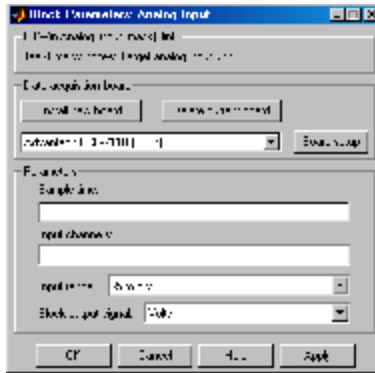

Рисунок 1.8 – Налаштування блоку Analog Input
- 1.15.1.8 Виконайте настройку блоку **Analog Input**. Для цього двічі клацніть на ньому. З'явиться вікно **Block Parameters: Analog Input** (рис.1.8).